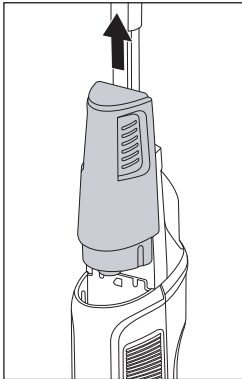

Fig. 6
- ◆ Agarre o reservatório de água limpa 11 pelos sulcos laterais e puxe-o para cima, para o retirar do aparelho (ver fig. 6).